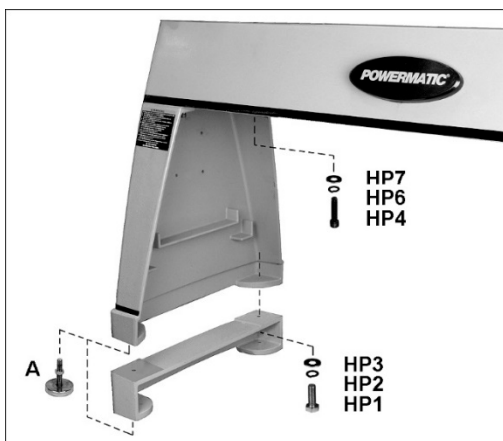

Рис. 6-1: установка опор и проставочных плит
4. Прикрутите опоры к станине с помощью винтов и шайб (HP4/6/7, Рис. 6-1). Плотнo затяните винты.
5. Если необходима установка проставочных плит, прикрутите их к опорам с помощью винтов и шайб (HP1/2/3, Рис. 6-1).
6. Закрутите регулируемые ножки (А, Рис. 6-1) в отверстия проставочных плит (или опор, если проставочные плиты не используются). Ножки можно отрегулировать позднее. Притяните шестигранные гайки к нижней части проставочных плит или опор, чтобы зафиксировать выставленную высоту.